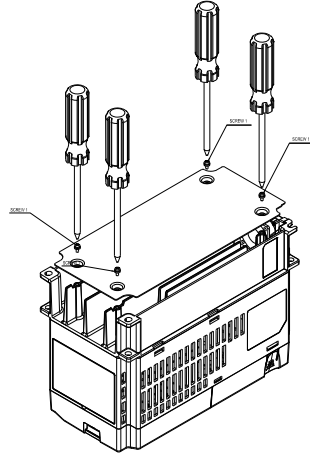

图 1
1. 将螺丝 1 \*4 (M3) 与 Accessory 1 锁住 (如图 1 所示)。螺丝扭力值: 6~8 kg-cm / [5.21~6.94 lb-in.] / [0.6~0.8 Nm]